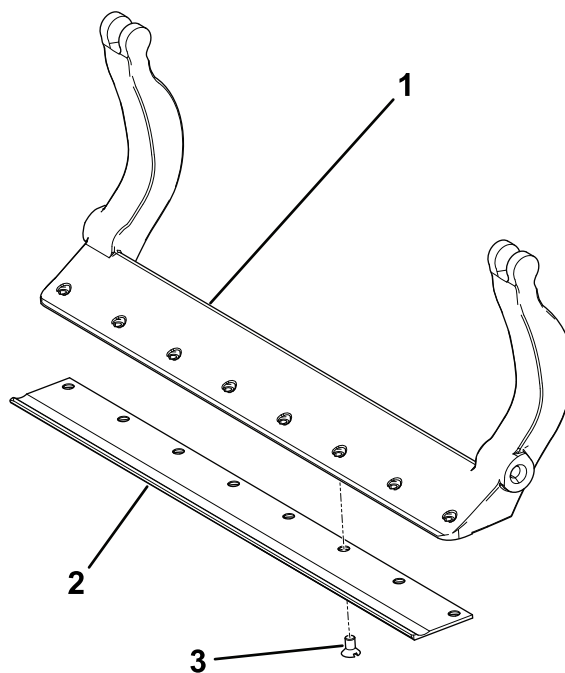

Figura 34
- A. Serrate le 2 viti esterne a 1 N·m; fate riferimento alla Figura 34.
- B. Partendo dal centro della controlama, serrate le viti a 23–28 N·m; fate riferimento alla Figura 34.
3. Applicare un composto antigrippaggio sulle viti e montate la controlama sulla barra di appoggio come segue (Figura 34):